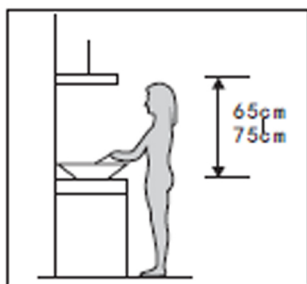

Figura 1
2. A coifa deve ser colocada a uma distância de 65 a 75 cm acima da superfície de cozimento para melhor efeito. Veja a figura 1.